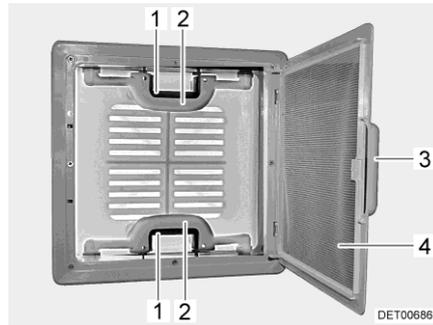

Fig. 48 Claraboya con cierre de resorte
- Tirar del tirador (Fig. 48,3).
- Plegar hacia abajo la protección contra insectos (Fig. 48,4).
- Presionar el cierre de resorte (Fig. 48,1) hacia el lado interior de la claraboya. Presionar simultáneamente hacia arriba la claraboya con el tirador (Fig. 48,2).
- Plegar hacia arriba la protección contra insectos (Fig. 48,4) hasta que engatille.
- Tirar la claraboya enérgicamente hacia abajo por los dos tiradores (Fig. 48,2), hasta que los dos cierres de resorte (Fig. 48,1) hayan engatillado.